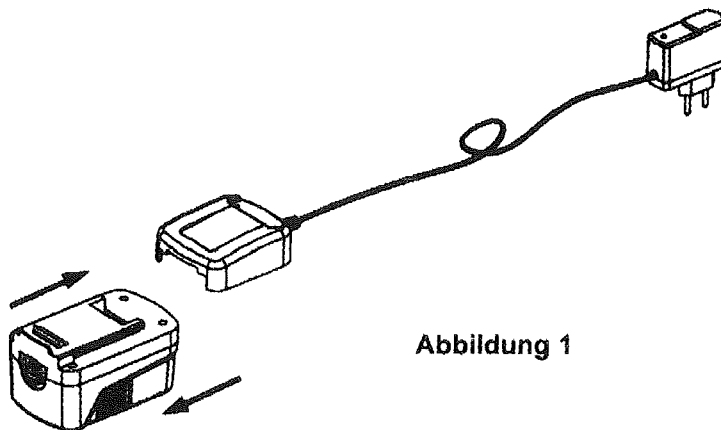

Abbildung 1
DAS LADEN DER BATTERIE (Abbildung 1)
5. Legen Sie den Akkusatz in das Werkzeug ein und versichern Sie sich, dass dieser vollständig in der Aussparung des Werkzeugs eingerastet ist. (Siehe Abbildung 1)